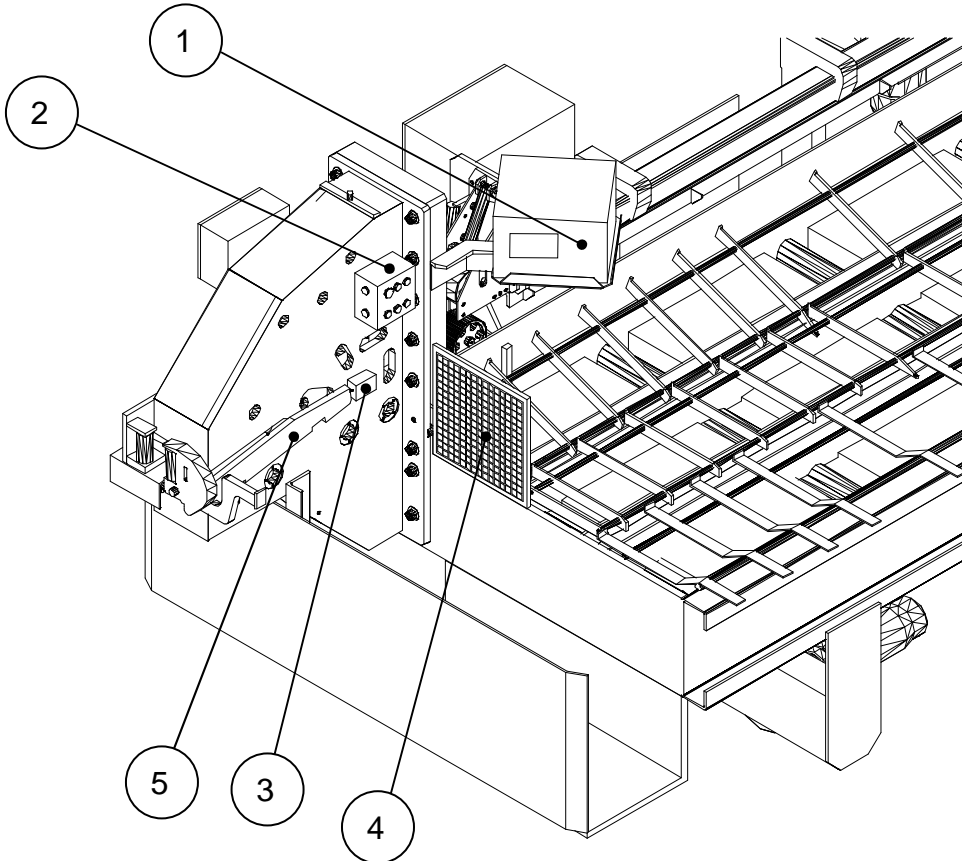

Fig. 9.1
- Botón en el computer de la máquina (Fig. 9.1 Ref. 1)
- Botón en el teclado mandos puesta en marcha ciclo (Fig. 9.1 Ref. 2)
- Microswitch de seguridad en el cargador automático. Si se abre el cargador se para el ciclo (Fig. 9.1 Ref. 3)
- Barrera de protección móvil cerca de la posición del operador (Fig. 9.1 ref.4); si la reja no está cerrada (posición de seguridad), el carro no puede realizar ninguna operación.